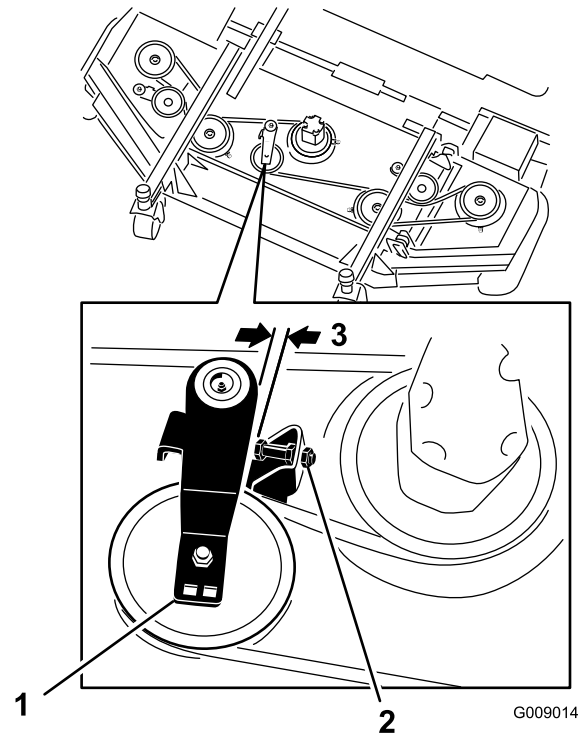

Figura 114
3. En la carcasa delantera central, afloje las contratuercas del tornillo de tope de la polea tensora y enrosque el tornillo de tope en el soporte (Figura 114).
4. Con una llave de carraca u otra herramienta similar, aleje la polea tensora de cada carcasa lateral de la correa de transmisión para aliviar la tensión de la correa y poderla retirar de la polea de la carcasa lateral (Figura 114).